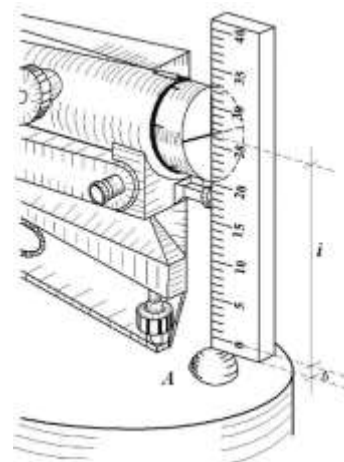

Рис. 13. Измерение высоты нивелира i .
3. Поворачивают зрительную трубу вокруг оси вращения нивелира так, чтобы короткий штрих расположился на отвесной линии, проходящей через верхнюю точку марки (рис. 13).